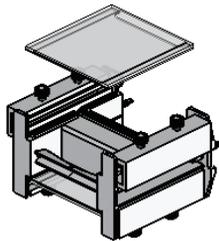
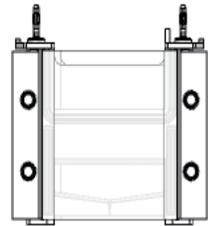

图2.放入两块玻璃组成的凝胶室
图3.拧锁紧螺丝锁紧凝胶室
- 放入两块玻璃组成的凝胶室，带凹口的朝向电极头一端（图2）。合上滑块，垂直放置本体，上下同时拧螺栓锁紧凝胶室（图3）。